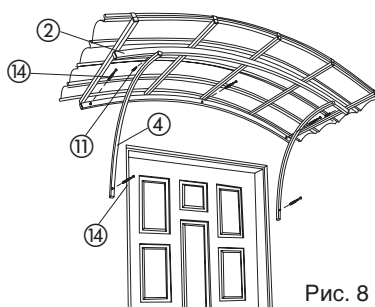

Рис. 8
б) После того как мы прикрутим козырёк, остаётся замонтировать кронштейны ④, которые стабилизируют всю конструкцию козырька. Кронштейн ④ прикручиваем при помощи винта ⑪ к дуге ① так как на (Рис.8).